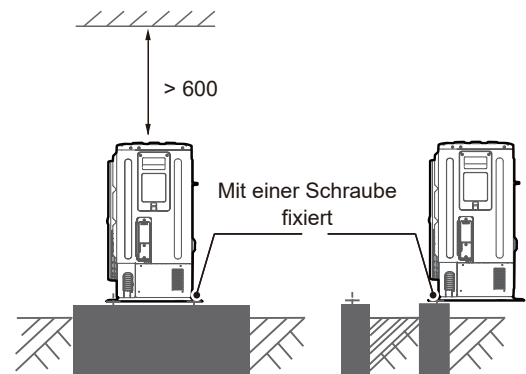

Abbildung 5-1
- Stellen Sie ein Betonfundament gemäß den Spezifikationen der Außengeräte her (siehe Abbildung 5-1).
- Befestigen Sie die FüÙe dieses Geräts mit Bolzen, um zu verhindern, dass es bei einem Erdbeben oder starkem Wind zusammenbricht (siehe Abbildung 5-1).